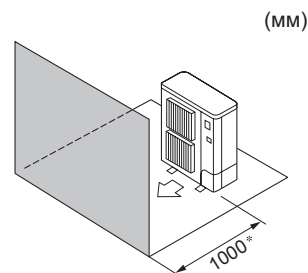

Fig. 2-6
- ④ Алдыңғы жақтағы кедергілер (Fig. 2-6)